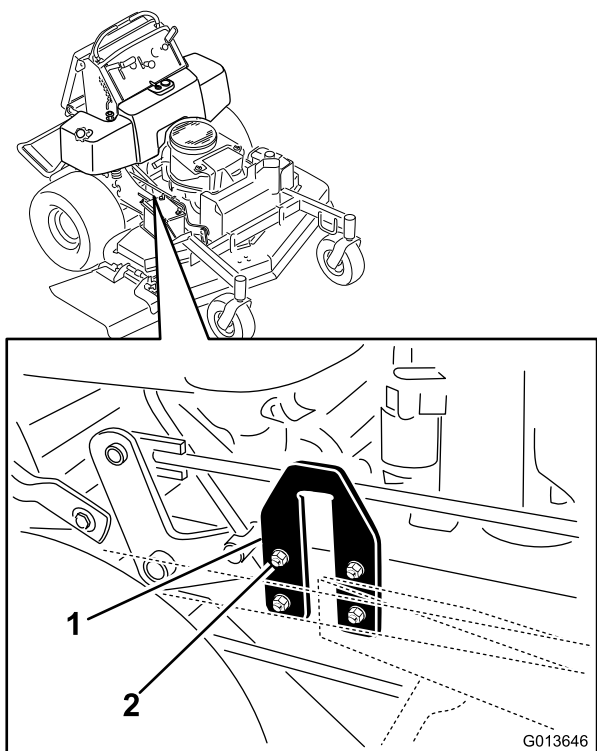

Figura 82
2. Localice las chapas con forma de U en los laterales de la plataforma del motor (Figura 82).
3. Afloje la chapa en un lado y ajústela hacia arriba o hacia abajo hasta que la diferencia entre las medidas **B** y **C** sea de no más de 6 mm (1/4 pulgada) (Figura 82).